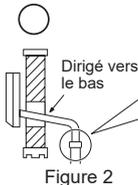

Figure 2
- Le tuyau de vidange doit être dirigé vers le bas pour faciliter l'écoulement. (Figure 2)